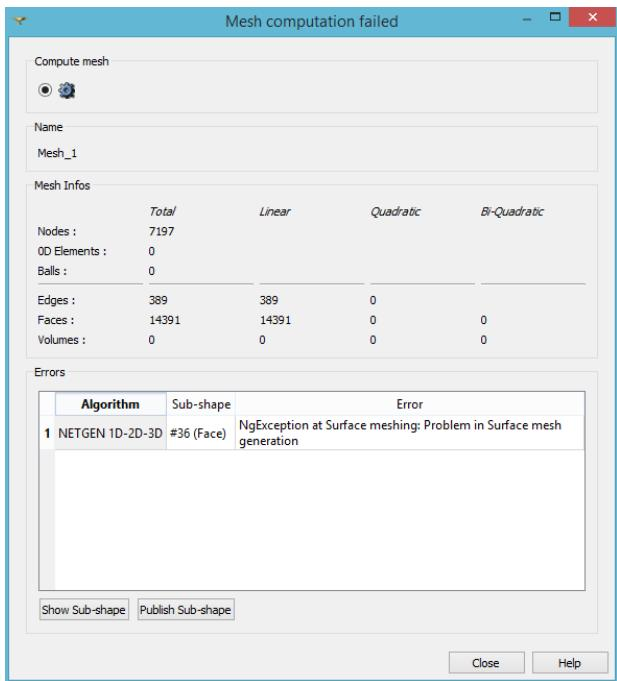
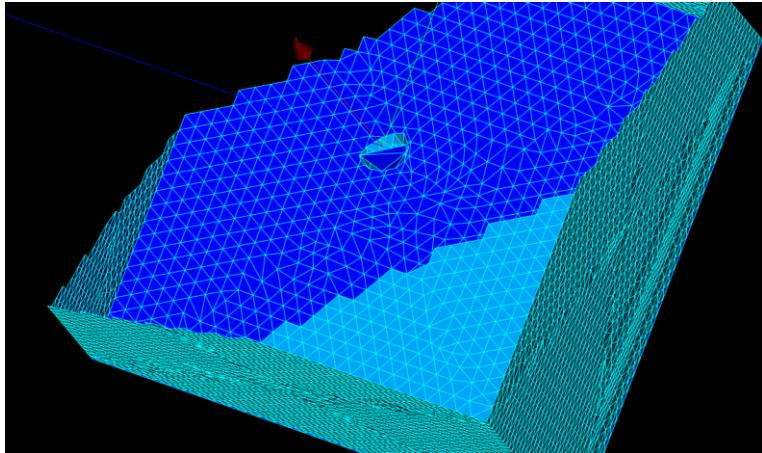

Рис. 95. Ошибка создания сетки.
Рис. 96. Некорректно созданная сетка.
Примечание: другая последовательность действий приведёт к ошибке (рис. 95, рис. 96). Эта ошибка вызвана тем, что поворот связан с дробным числом π , если поворачивать первый объект во второй, второй в третий и так далее, то может накопиться ошибка округления, поэтому поворачивать всегда нужно исходную фигуру!
- Неправильная последовательность действий по созданию геометрии в задаче об обтекании сферы приведёт к ошибке (рис. 95, рис. 96). Эта ошибка вызвана тем, что поворот связан с дробным числом π , если поворачивать первый объект во второй, второй в третий и так далее, то может накопиться ошибка округления, поэтому поворачивать всегда нужно исходную фигуру.